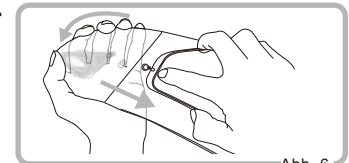

Abb. 6
- 2 Nehmen Sie den Pinlock® Original Visiereinsatz von den Stiften ab, indem Sie das Visier biegen. (Abb. 6)